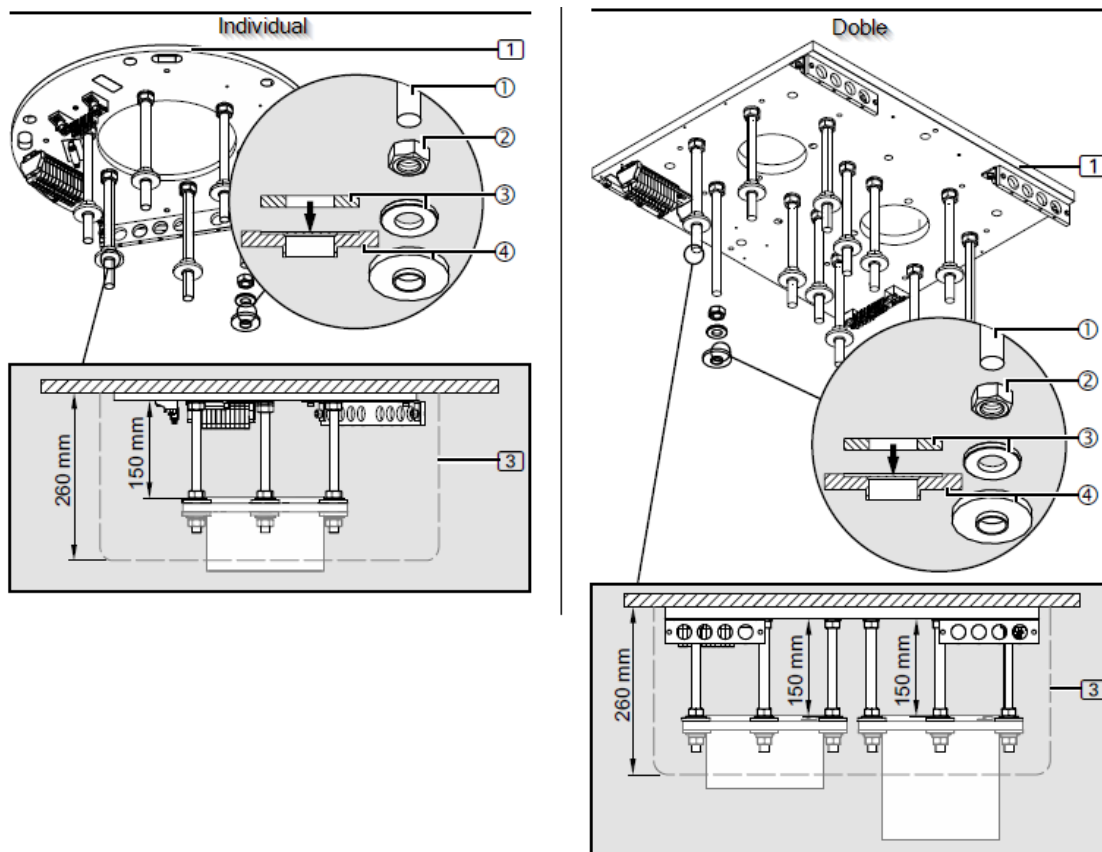

Fig. 15 Montage de l'isolation supérieure sur les boulons filetés sans faux plafond
- Réglez la distance entre les écrous hexagonaux M16 ② et la plaque d'interface de 1 à 150 mm.
- À l'aide d'un niveau à bulle numérique, alignez les écrous hexagonaux M16 de ② à l'horizontale.
- Montez 1 rondelle plate d'un diamètre extérieur de 34 mm ③.
- Placez 1 disque isolant en plastique (4) (comme indiqué dans la figure 15) de manière à ce que la rondelle plate d'un diamètre extérieur de 34 mm (3) repose sur le disque isolant en plastique (4).
- Fixez le disque isolant en plastique (4) aux boulons filetés M16 (1) avec de l'adhésif ou du ruban élastique.